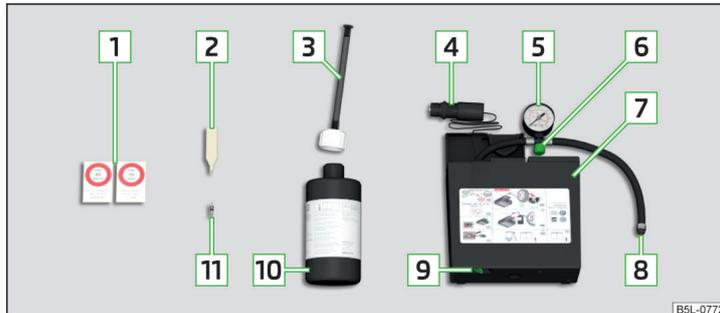

Abb. 124 Pannensetbeschreibung
- ▶ Den Ventileinsatzdreher **[2]** » **Abb. 124 auf Seite 118** auf den Ventileinsatz stecken, sodass der Ventileinsatz in den Schlitz des Ventileinsatzdrehers passt.
- Die Flasche **10** » **Abb. 124 auf Seite 118** einige Male kräftig hin und her schütteln.
- Den Reifenfüllschlauch **8** » **Abb. 124 auf Seite 118** fest auf das Reifenventil schrauben.
- Den entsprechenden Aufkleber **1** » **Abb. 124 auf Seite 118** auf die Schalttafel im Sichtfeld des Fahrers kleben.